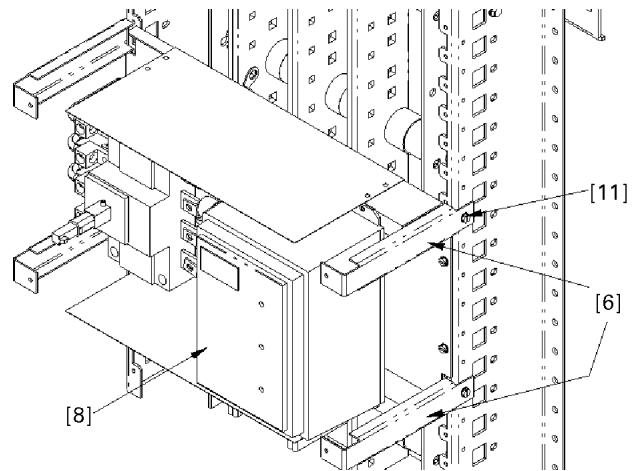
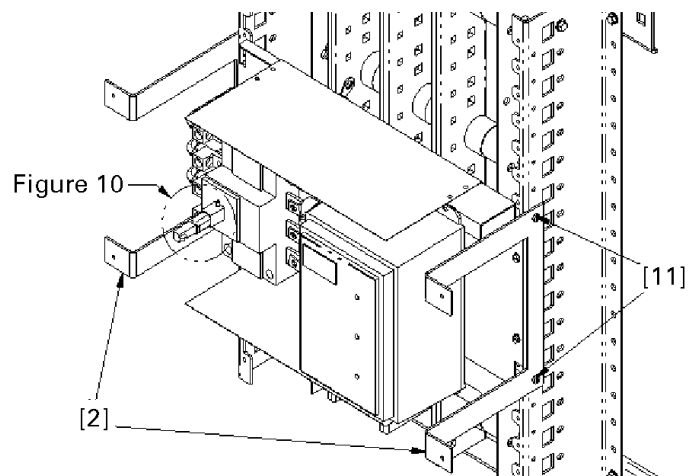

Figure 8. Supports d'obturation pour des panneaux de 27 et 31 de largeur ou des tableaux de contrôle de 35 de largeur..
Figure 9. Supports d'obturation pour panneau de 36, 40, et 44 de largeur et tableau de contrôle de 40 et 45 de largeur.
5. **Installer les supports d'obturation.** S'il s'agit de panneaux d'une largeur de 27, 31, et 35, monter quatre supports d'obturation [6] au rail Z de l'intérieur de barre omnibus verticale, tel qu'illustré à la Figure 8. S'il s'agit de panneaux d'une largeur de 36, 40, 44, et 45, monter deux supports d'obturation [2] au rail Z, tel qu'illustré à la Figure 9. Fixer les supports avec des vis autotaraudeuses 10-32 x 7/16" [11] et serrer à 22 -lb.-po.